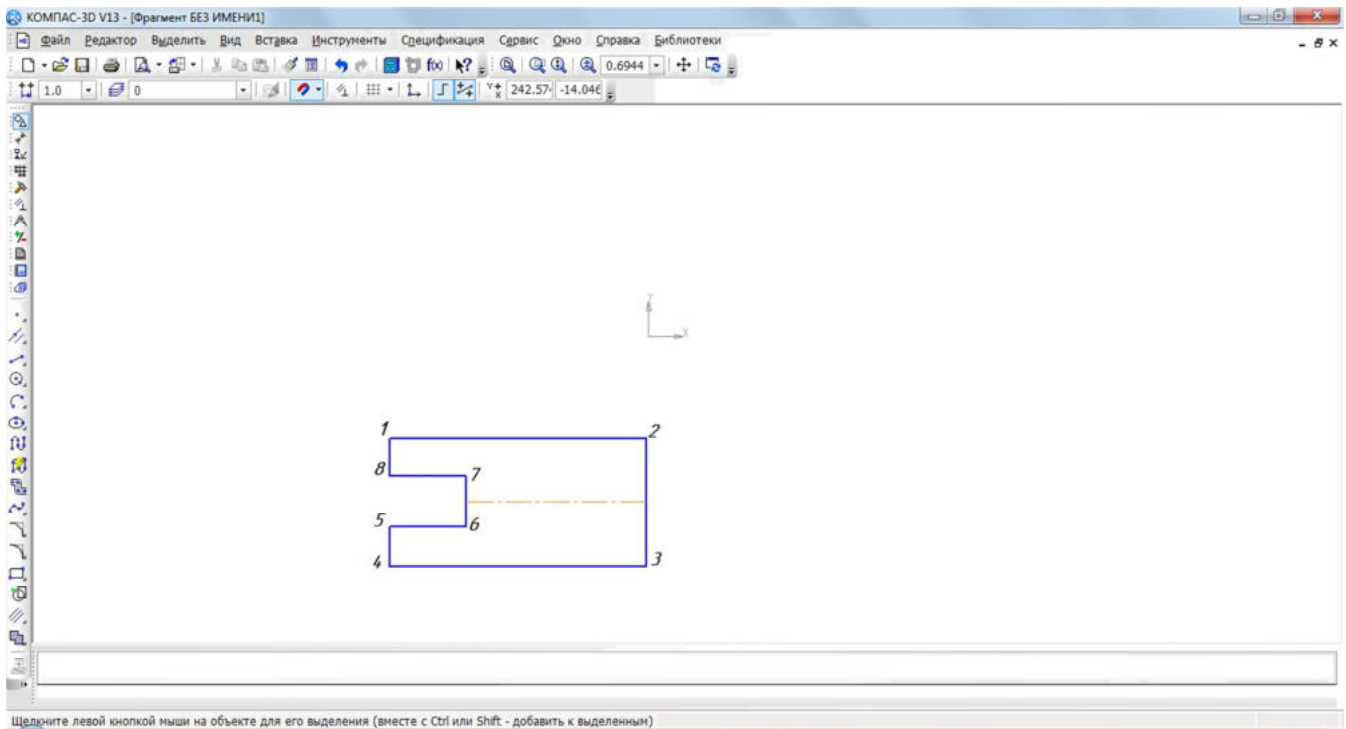

Рис. 3. Расположение вида сверху в окне документа
9. с помощью – **Непрерывного ввода объекта** и – **Ортогонального черчения** постройте контур детали *сверху*, а расположите в левом нижнем углу, последовательно откладывая 100 мм, 50 мм, 100 мм, 15 мм ($(50 - 20) : 2 = 15$), 30 мм, 20 мм, 30 мм, 15 мм (начиная с первой точки см. рис. 3);
10. с помощью – **Отрезка** (замените стиль линии **Основная** на – **Осевую**) и – **Глобальной привязки Середина** постройте горизонтальную ось симметрии (рис. 3). Не забудьте изменить стиль линии обратно на **Основную**;